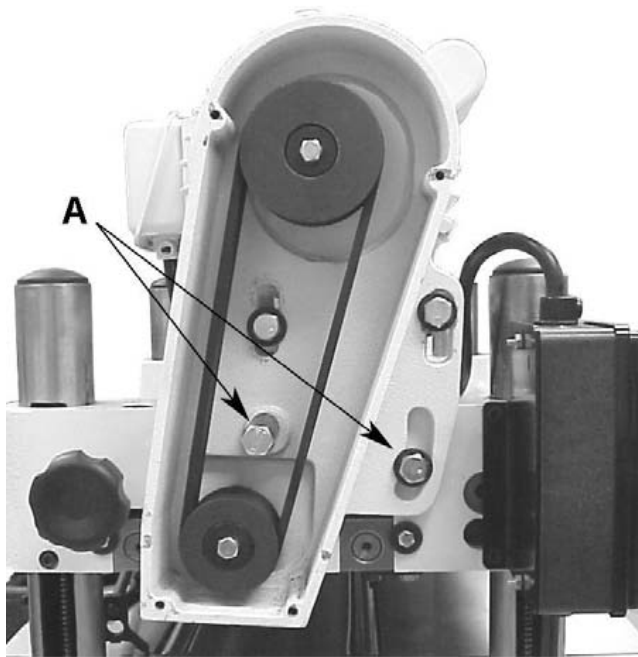

Рис. 13
1. Ослабьте два болта 17 мм (А, рис. 13), которые крепят шкив двигателя к станку.